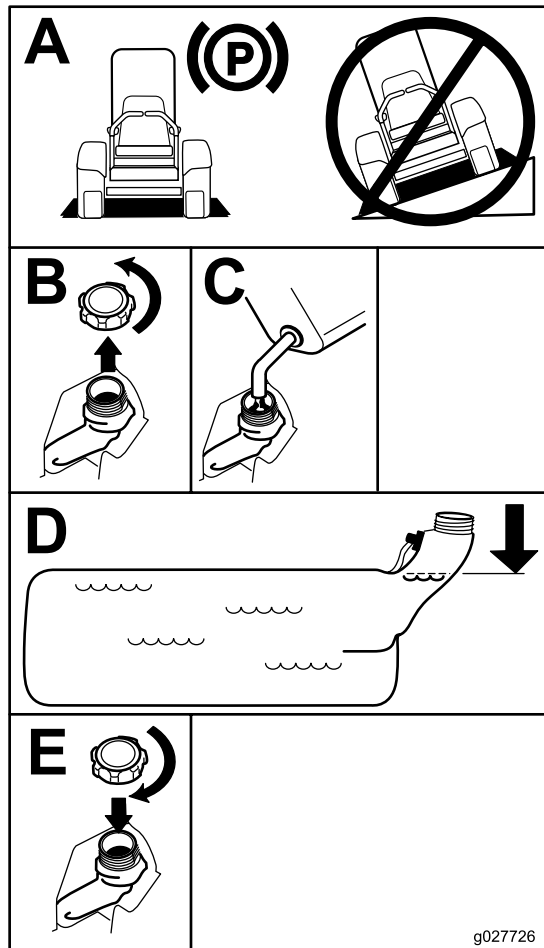

Bild 7
3. Reinigen Sie den Bereich um den Tankdeckel und nehmen Sie den Deckel ab. Füllen Sie den Tank mit bleifreiem Normalbenzin, bis der Kraftstoff 6 mm bis 13 mm unter der Unterseite des Füllstutzens steht. Dieser Platz im Tank ermöglicht es dem Benzin, sich auszudehnen. Füllen Sie den Kraftstofftank nicht ganz auf, siehe (Bild 7).